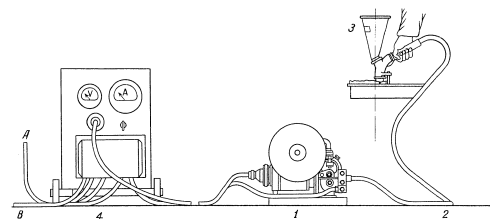

Рис. 1. Схема шлангового полуавтомата ПШ-5:
4. Mobile control box (Fig. 1).